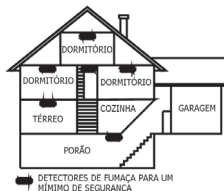

Figura 3: Local para o estabelecimento de detectores de fumaça e de calor numa residência com vários andares
- ◆ Instale um detector de fumaça e de calor em cada piso da casa ou apartamento de vários pisos, conforme é mostrado na Figura 3.